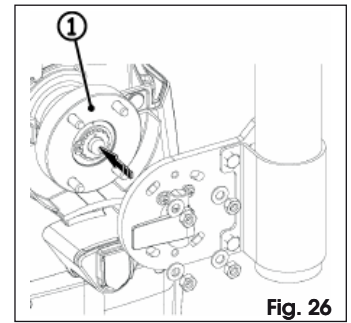

Fig. 26
6. Posizionare il tutto sul disco di trascinamento, Fig. 26 rif. ①, rispettando, nel caso di chiusura sinistra, l'orientamento in figura.